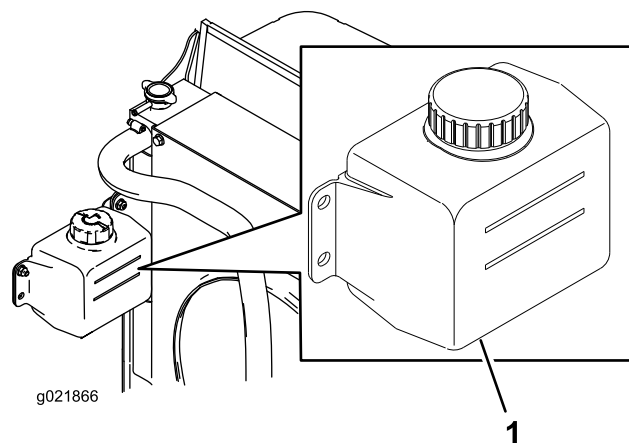

Figura 69
1. Controllate il livello di refrigerante nel serbatoio di espansione (Figura 69).